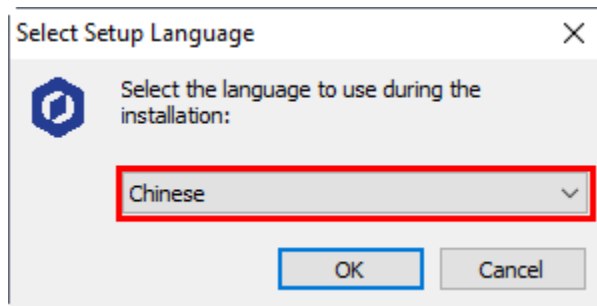

图 2.4 选择 Chinese
**步骤 3** 请根据实际情况，选择安装语言，比如选择“Chinese”。如图 2.4所示。